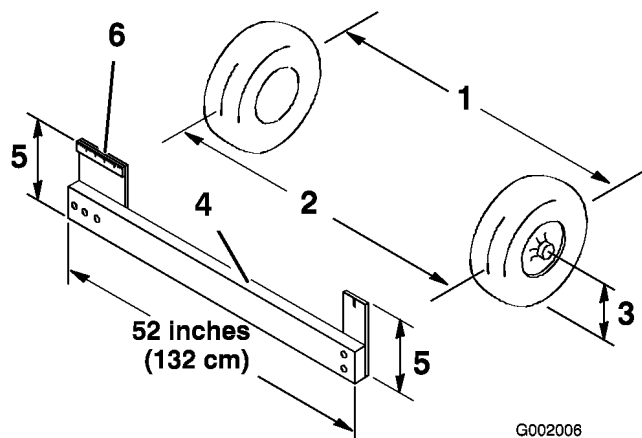

Figura 59
4. Meça a distância entre os pneus dianteiros à altura do eixo na zona dianteira e traseira dos pneus dianteiros (Figura 59). É necessário um objecto imóvel ou um medidor de alinhamento para a medição traseira dos pneus dianteiros à altura do eixo. Utilize o mesmo objecto ou medidor de alinhamento para obter uma medição precisa da dianteira dos pneus dianteiros à altura do eixo (Figura 59).